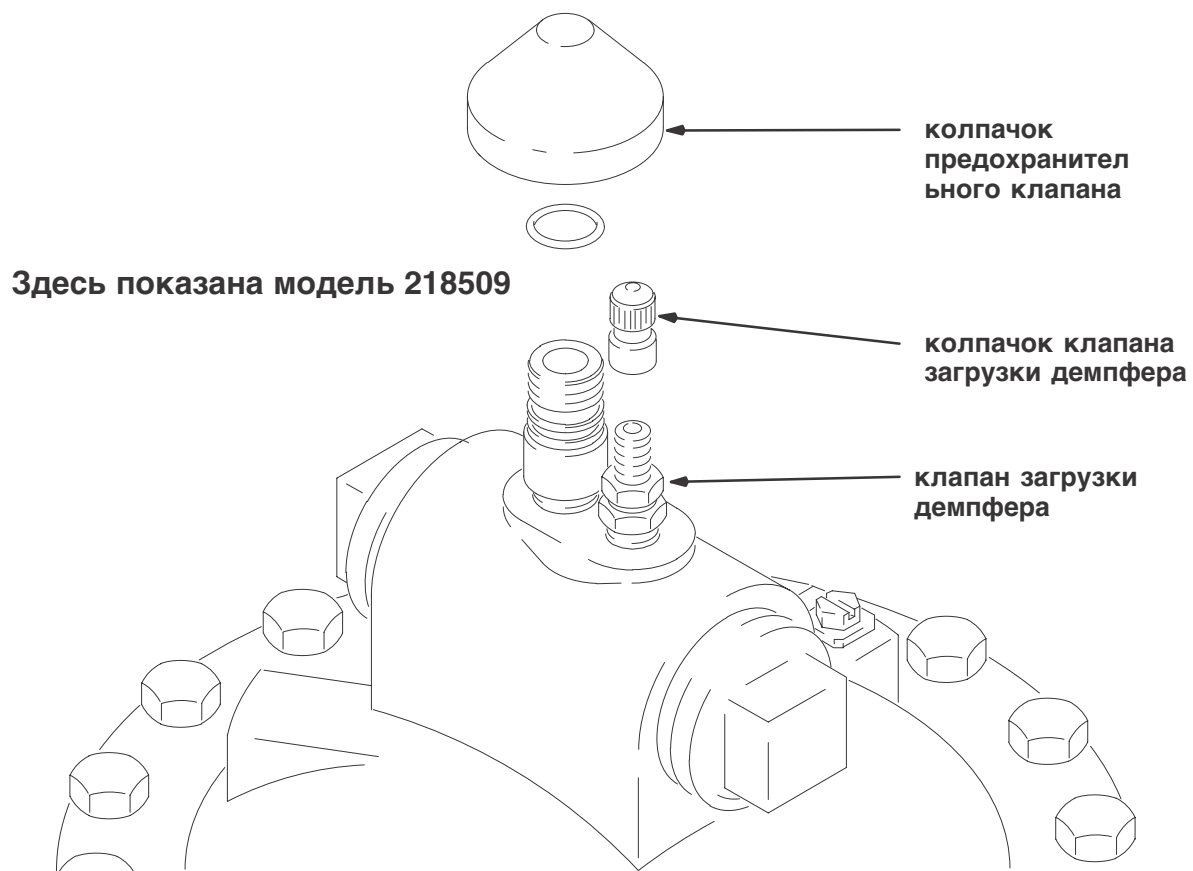

Рис. 5
2. Снимите колпачок предохранительного клапана и колпачок клапана загрузки демпфера. См. Рис. 5.